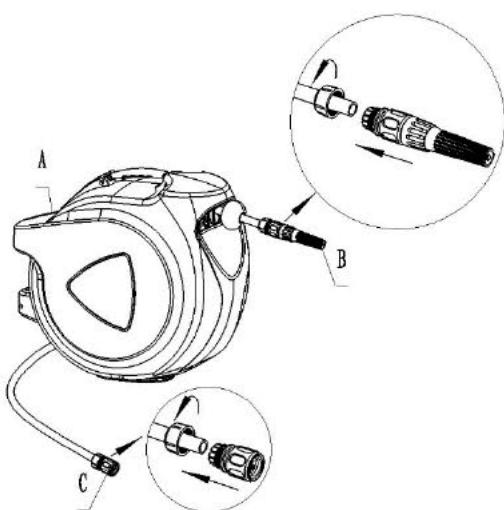

Bild 2
1. Sätt fast snabbkopplingen och munstycket. (*Bild 2*)